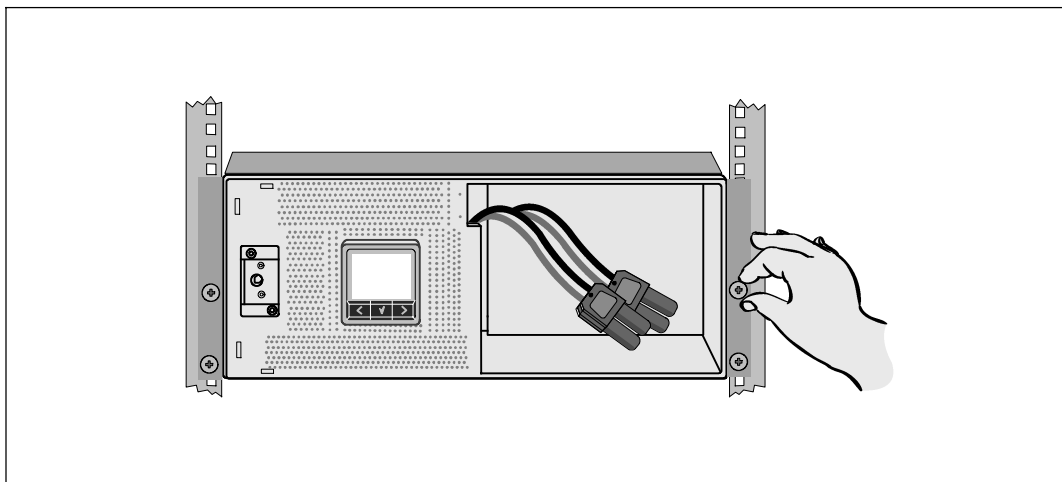

Рис. 14. Крепеж корпуса
- 7 Закрепите переднюю сторону корпуса на стойке при помощи четырех винтов-барашков на монтажных кронштейнах (см. Рис. 14). Затяните вручную, без использования силового инструмента. Повторите эту процедуру для всех дополнительных корпусов.